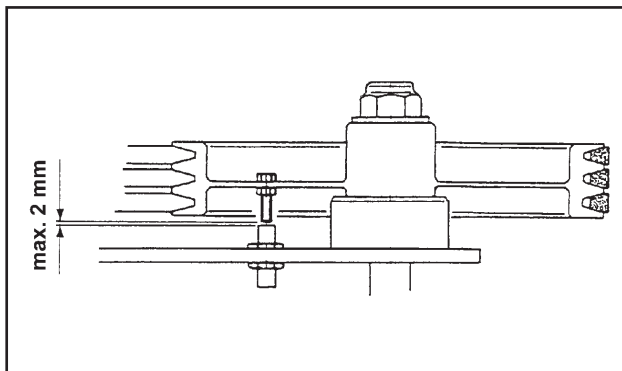

Fig.57 Abb.57
- Verificare che la distanza fra il sensore posto sulla puleggia di ogni motore e la vite di lettura non sia superiore a 2 mm. (fig.57). Diversamente chiamare il centro assistenza autorizzato per far compiere la regolazione.
- Make sure that the distance between the sensor on the pulley of each motor and the reading screw is no greater than 2 mm (Fig.57). Otherwise, call your authorized service centre to make the adjustment.
- Vérifier que la distance entre le capteur situé sous la poulie de chaque vis et l'index de lecture n'excède pas 2 mm (fig. 57). Dans le cas contraire, faire effectuer le réglage par un technicien du Centre Technique Agréé.
Der Abstand zwischen den auf der Tragschiebe Sensor (A) jedes Motors und die Leseschraube (B) muß immer max. 2cm sein (Abb. 57). Wenn nichts, muß man die zugelassene Kundendienststelle anrufen.
- Verificar que la distancia entre el sensor colocado en la polea de cada motor y el tornillo no sea superior a 2 mm (Fig.57). De no ser así, llamar al Centro de Asistencia autorizado para regular dicha distancia.